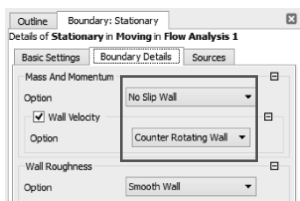
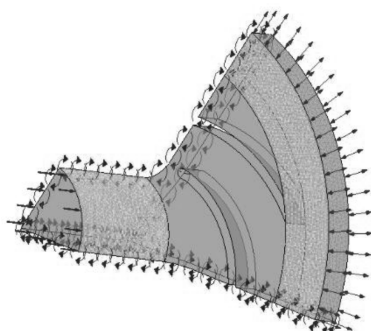

图 11-61 墙边界设置
图 11-62 墙边界所在位置
(2) 在边界详细信息中的质量与动量【Mass and Momentum】栏里选择墙的速度【Wall Velocity】为“Counter Rotating Wall”, 其他为默认, 单击【OK】确定, 如图 11-61 所示; 墙边界所在位置如图 11-62 所示。